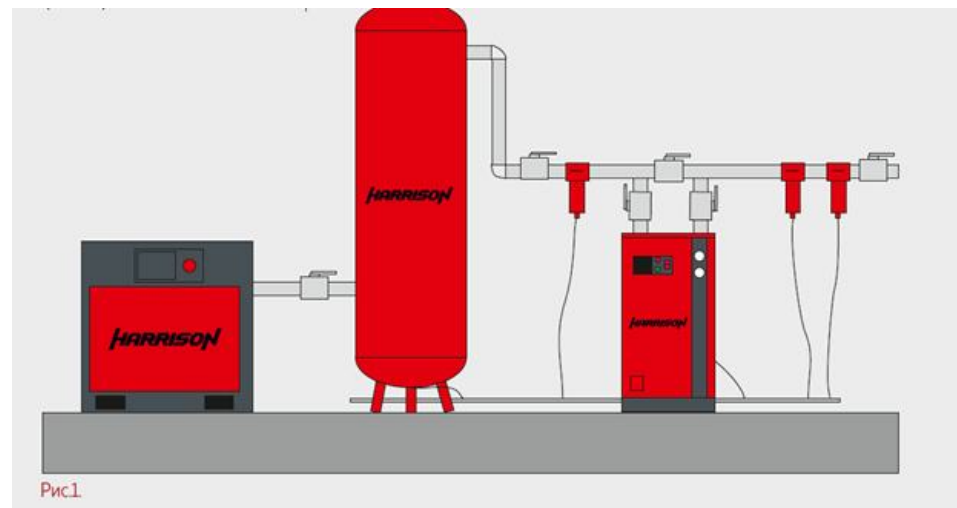

Рис.1.
выходе осушителя, а также обводной канал (байпас), чтобы пускать сжатый воздух на прямую к потребителю (Рис.1.). В противном случае, это может затруднить работу по обслуживанию и ремонту осушителя.
- Советуем использовать следующую последовательность оборудования (Рис.1.): компрессор, ресивер, в этом случае он работает как первичный влагоотделитель, а также снижает температуру сжатого воздуха, далее необходимо установить магистральный фильтр и осушитель. Нагрузка на последний, при такой последовательности, значительно снижается. Правильное направление прохождения воздуха через магистральный фильтр показывает стрелка на его корпусе. Если при работе имеются периоды высокого потребления воздуха в течении короткого интервала времени, Вам потребуется второй ресивер.